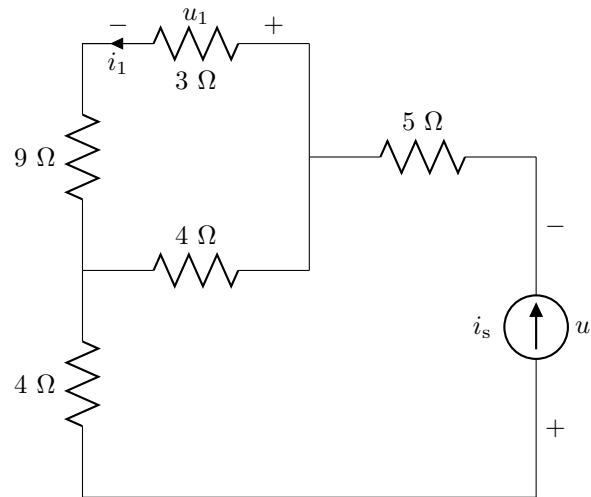

Figura 1.4: Circuito del problema 15.
15. En el circuito de la figura 1.4, si  $u_1 = 12$  V, halla  $i_s$  y  $u$ .